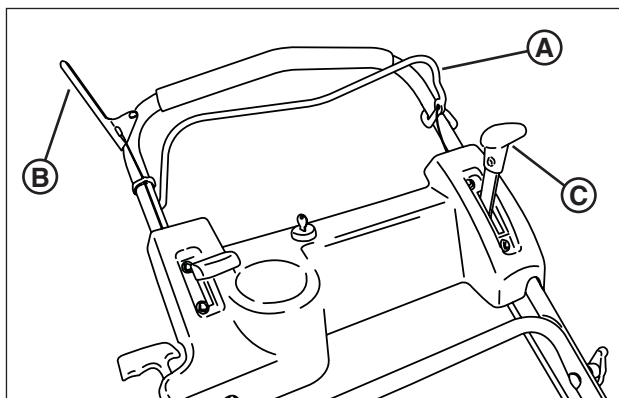

Figura 1: Controles del cortacésped
2. Revise el control de la cuchilla (**A, Figura 1**), el control de transmisión (**B**) y el control de velocidad de desplazamiento (**C**) para garantizar que funcionen sin problemas.